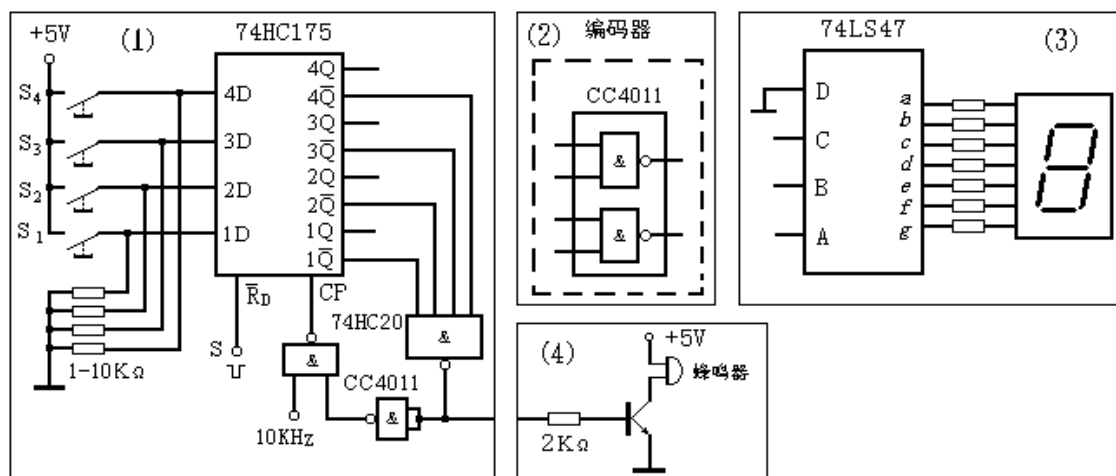

图 8.1
1. 设计安装调试一个四人参加智力竞赛的抢答电路。由四部分组成：抢答控制、编码、译码显示、音响电路，如图 8.1 所示。
3. 根据任务要求和所提供器件的功能，分析图 8.1 所示抢答电路的工作原理，要求按逻辑功能列出编码器编码表，写出逻辑函数式并变换为与非表达式，画出逻辑图，完成虚线框内编码器的设计。